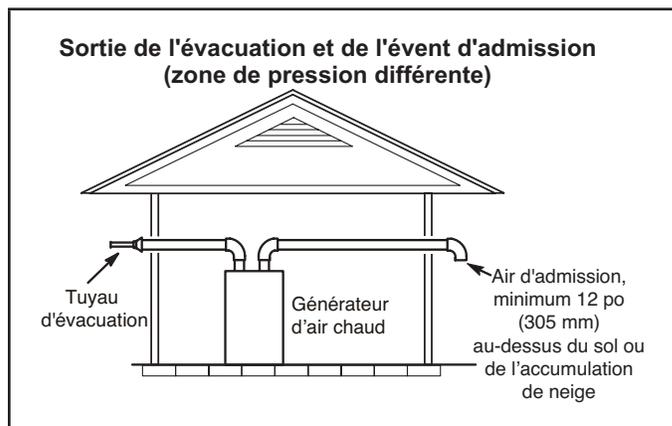
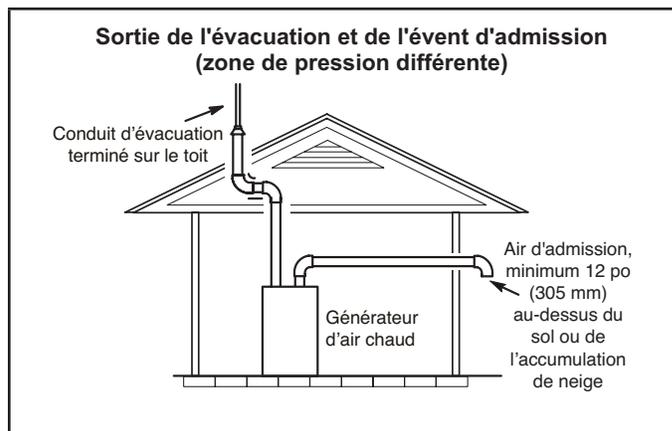

FIGURE 37
FIGURE 38
- 1 - Il n'est pas nécessaire que les terminaisons d'évacuation se trouvent dans la même zone de pression. L'admission peut sortir d'un côté de la structure et l'évacuation d'un autre côté (« FIGURE 37 »). L'évacuation peut sortir par le toit et l'admission par le côté de la structure (« FIGURE 38 »).